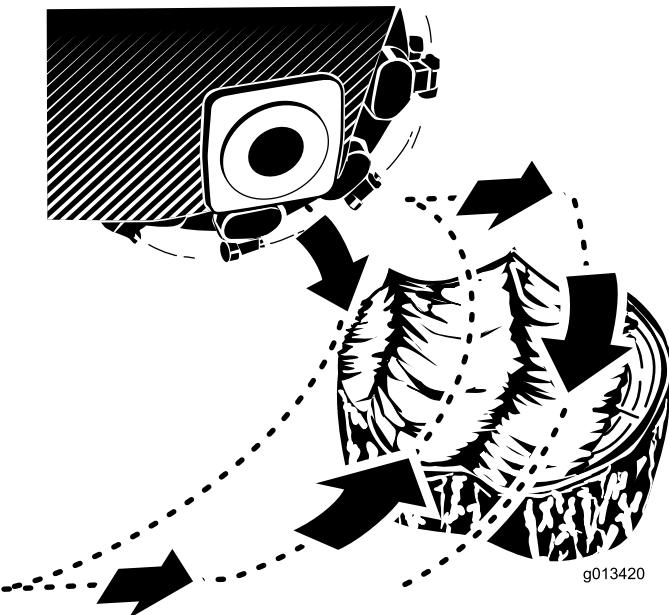

Figura 22
2. Utilizzate la leva di comando della trinciatrice e il comando della trazione per posizionare la trinciatrice sul lato della parte anteriore del ceppo, circa 2,5 cm sotto la superficie (Figura 22).
4. Utilizzate la leva di comando per spostare lentamente la trinciatrice attraverso la parte anteriore del ceppo, provocando una miriade di trucioli (Figura 22).
5. Spostate la macchina di pochi centimetri e ripetete il passaggio 4 (Figura 22).
6. Ripetete i passaggi da 4 a 5 fino a tagliare interamente la parte del ceppo (Figura 22).